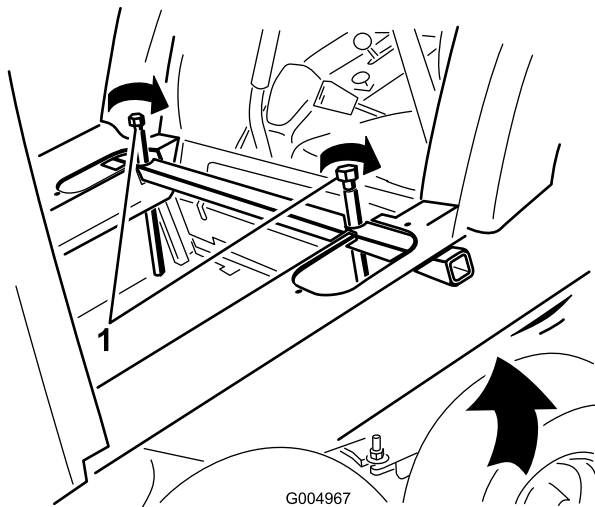

Figura 82
34. Sollevare la parte posteriore della cabina a sufficienza per lasciare libero il retro del sedile serrando lentamente e in modo omogeneo i bulloni di sollevamento (Figura 82) su ciascun lato del tubo del cavalletto della cabina, un po' per volta.